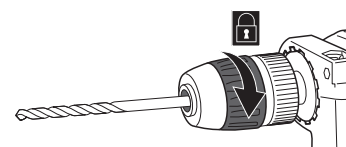

Fig. 3
- > Maintenez la bague de maintien [3] en position et faites tourner la bague de serrage [2] dans le sens horaire jusqu'à ce que le foret soit correctement fixé dans le mandrin [1] (Fig. 3).